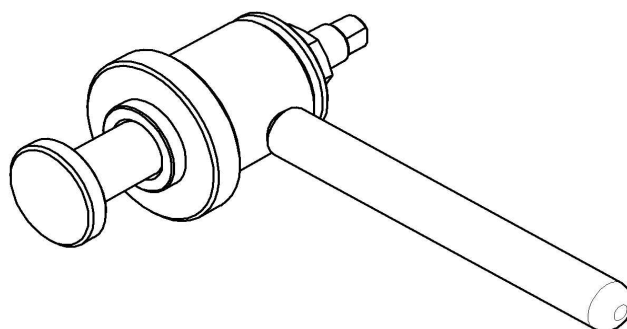

Рис. 9. Приспособление для запрессовки манжет
- Используя приспособление манжет (см. рис.9) установите манжету 1.
Для качественной запрессовки необходимо использовать специальное приспособление (рис. 9).